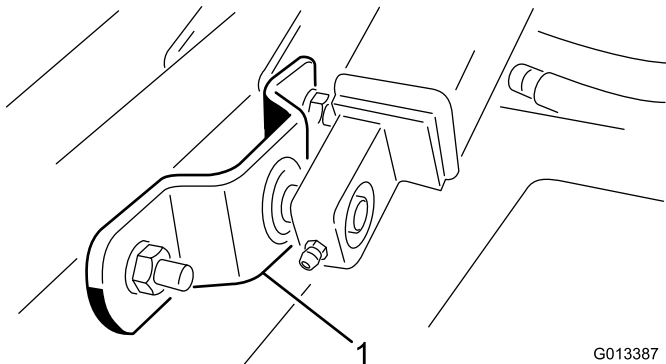

Bild 8
9. Entfernen Sie die Schrauben, Scheiben und Sicherungsmuttern, mit denen jede Hubarmbefestigung an den Laufarmrohren des Mähwerks befestigt sind (Bild 8).